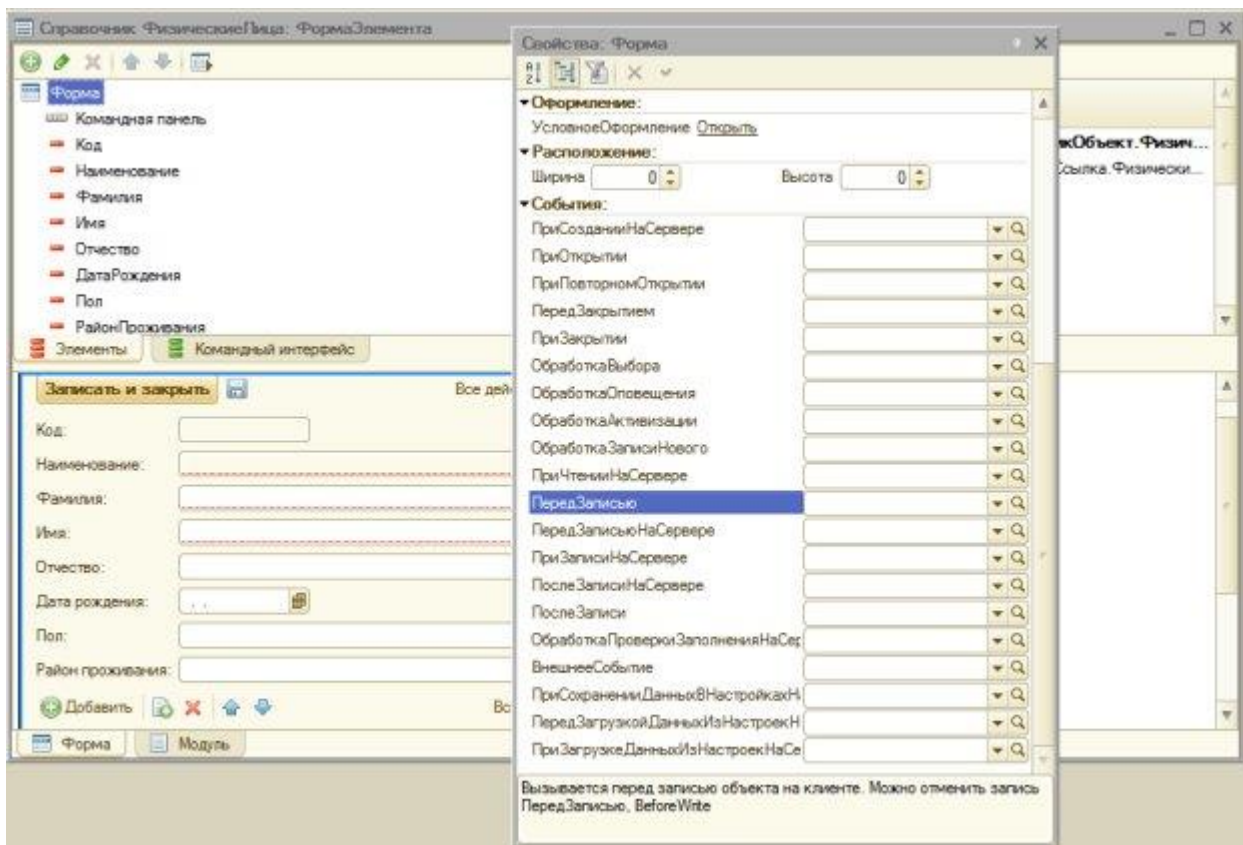

Рисунок 4.1- Выбор события для выполнения запланированных действий
1.1 Выделим форму в окне Элементы, откроем окно ее свойств и рассмотрим группу свойств **События**, Рисунок 4.1.. Наименование должно быть сформировано до того, как данные объекта будут записаны. Для достижения нашей цели нам вполне подойдет событие **ПередЗаписью**. Здесь же можно выполнить какие-либо пользовательские проверки полей перед формированием наименования. Хотя, если говорить о производительности решения, лучше подобные проверки производить на сервере, например, с помощью обработчика события **ОбработкаПроверкиЗаполнения**, который создается в модуле объекта.